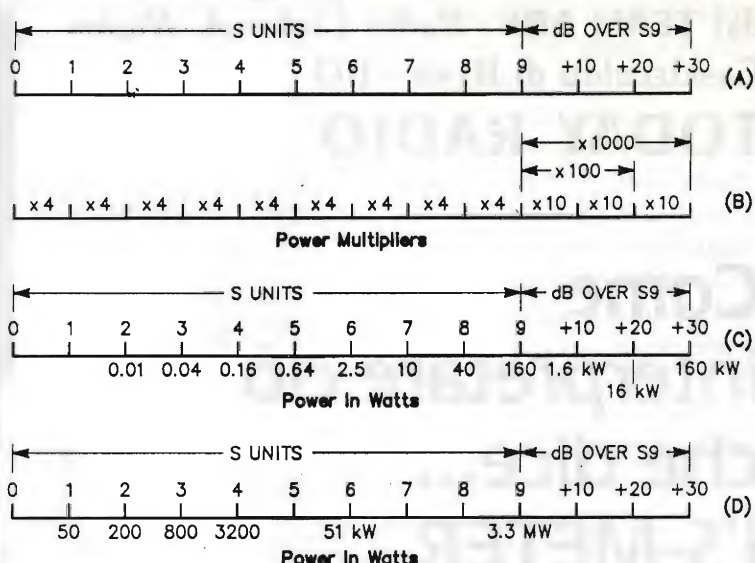

figura 1 - Occorre un grande aumento di potenza per avere un piccolo spostamento del nostro S-meter.
Diamo un'occhiata alla figura 1: in (A) vediamo una tipica scala di un S-meter; subito sotto (B) c'è la relazione tra la potenza e la lettura sulla scala.
Teniamo presente che lo strumento del nostro RTX non può avere l'accuratezza e la precisione dello S-meter ideale del diagramma di figura 1.